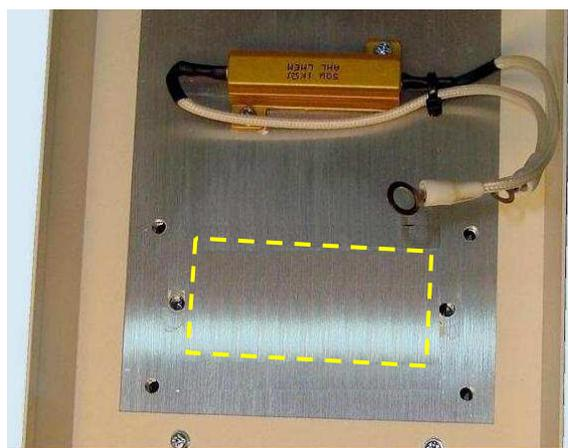

Рис. 6.2.
6.3.2. Протереть радиатор в месте установки модуля (рис. 6.2) салфеткой, смоченной СБС.